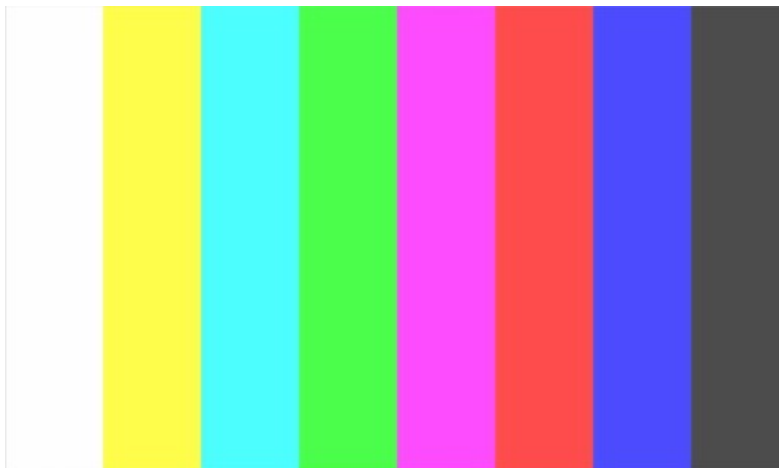

Abbildung 2: Helligkeit / Schwarzwert zu hoch
- Das rechte Feld ist grau statt schwarz – Helligkeit zu hoch eingestellt. Achtung: Mit diesem Bild ist nicht genau feststellbar, ob die Helligkeit zu niedrig eingestellt ist. Im Zweifel justieren Sie vor dem Gebrauch der Color Bars die Helligkeit mit einem geeigneteren Testbild, beispielsweise mit „Faces“. (Abb. 2)